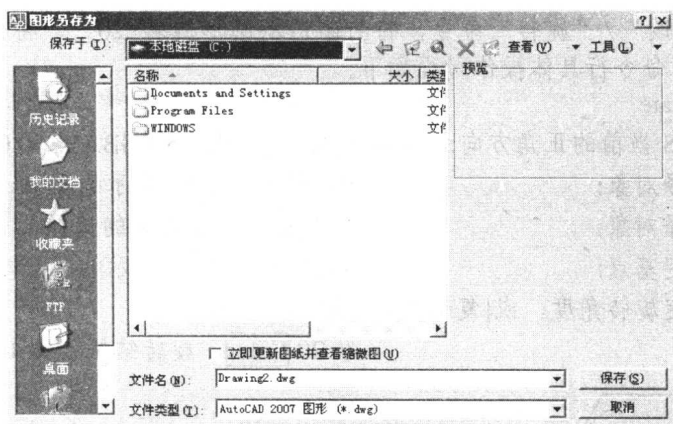

图 1-18 “图形另存为”对话框
- 11 将图形存盘。选择“文件”/“保存”命令，打开“图形另存为”对话框，如图 1-18 所示。